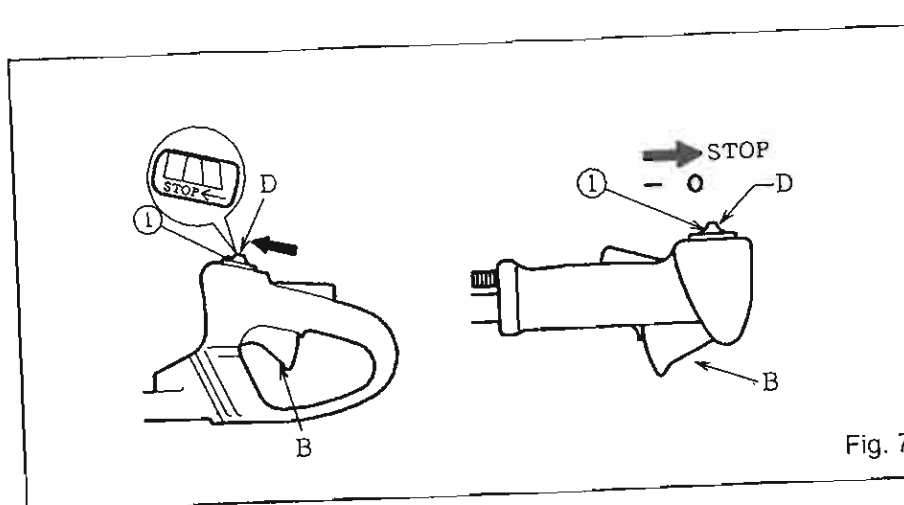

Fig. 7
3. Stop (Fig. 7)
3. Mise en arrêt (Fig. 7)